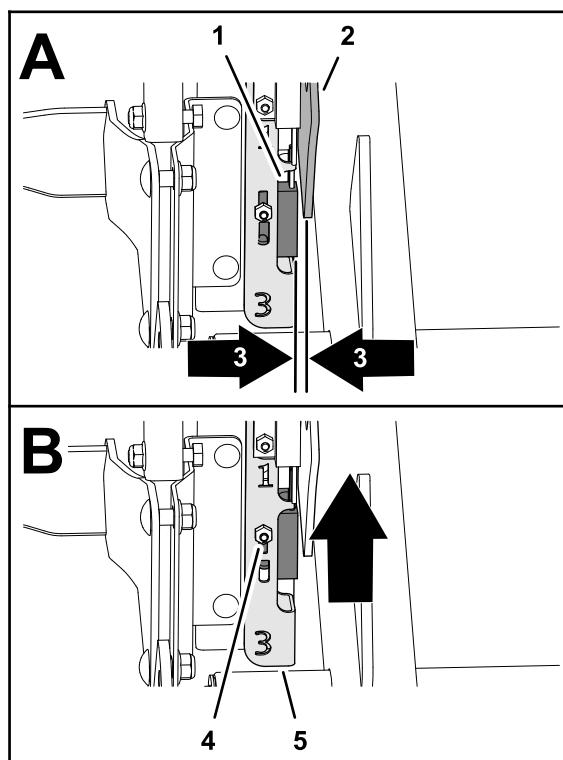

Figura 34
2. Verifique se o conjunto do interruptor de proximidade (lado exterior da estrutura H) não se encontra a mais de 1,5 mm da placa alvo (Figura 34).
4. Se for necessário, desaperte a porca de bloqueio e o parafuso de carroçaria que prendem a placa de montagem do interruptor e levante-a até à posição mais elevada e prenda a placa de montagem (Figura 34).
5. Aperte a porca de bloqueio (Figura 34).